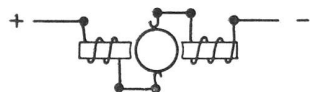

fig. 131
- Dynamo à électro-aimants (inducteurs) parcourus par le courant débité par la machine elle-même, appelée dynamo à excitation série (fig. 131)